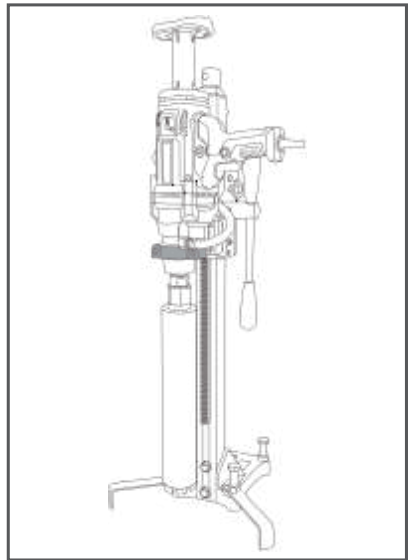

РИС. 6
4. Установите дрель на стойку, снова закрепите снятую часть кольца на корпус редуктора дрели и затяните шестигранным ключом (Рис. 6).